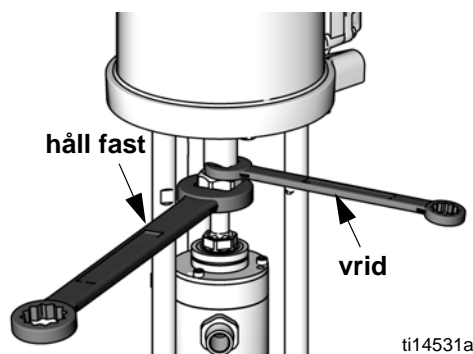

FIG.7. Lossa på kopplingsmuttern.
3. Håll fast kopplingsmuttern (7) med en skiftnyckel. Använd en annan skiftnyckel för att vrida på motoraxeln. För att förhindra att den övre ändmuffen och den D-formade tätningen på bälgen skadas **får inte kopplingsmuttern vridas**. Se FIG.7.